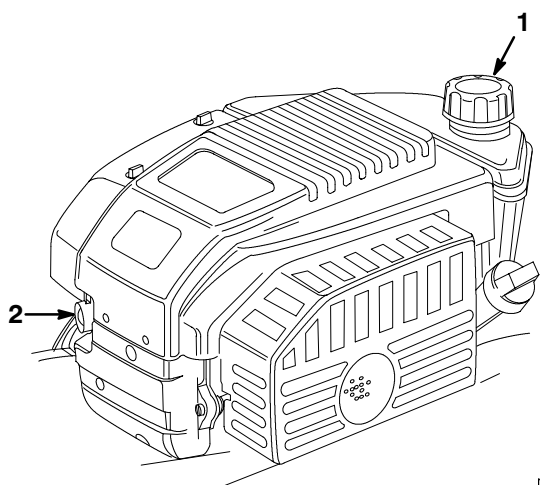

Figure 6
1. Nettoyer tout autour du bouchon du réservoir d'essence (Fig. 6).
3. Pousser trois fois sur l'amorceur (Fig. 6) à **2 secondes d'intervalle**.